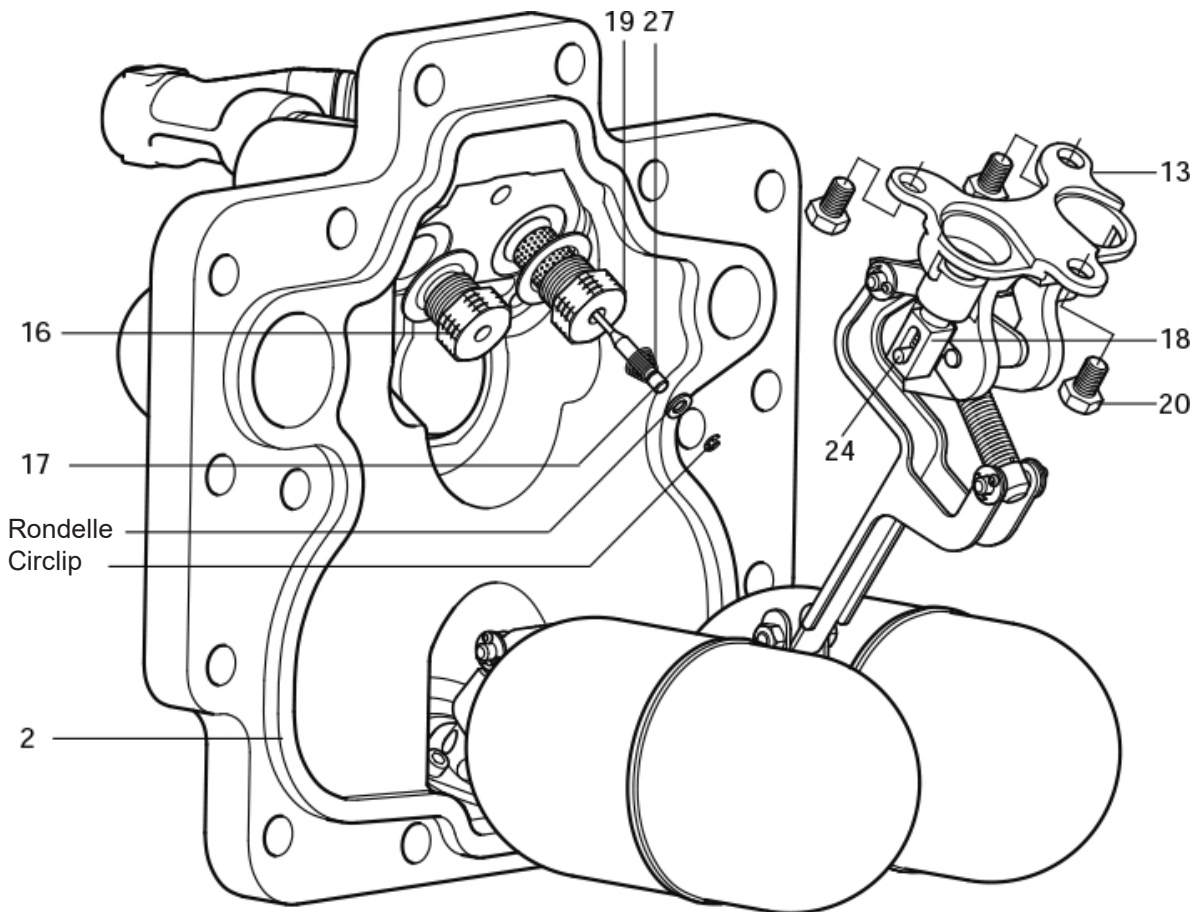

Fig. 27 - APT14
9. Insérer le nouvel ensemble poussoir et clapet de la soupape d'admission (rep. 16 et 17, Fig. 27).